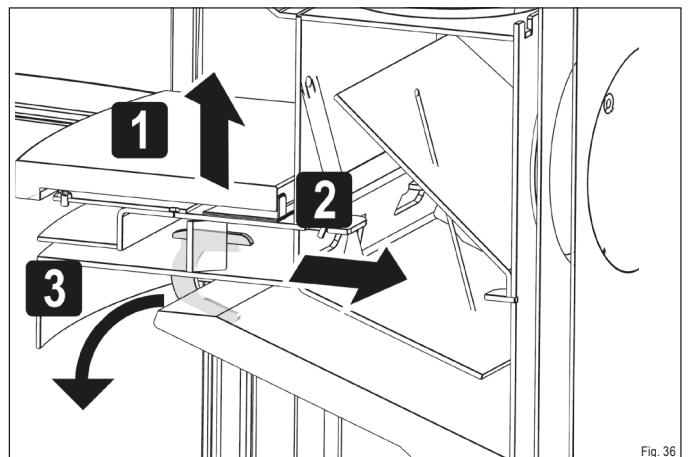

Fig. 36
- ▶ Ouvrez les deux butées de pierre thermique supérieure (Fig. 36).